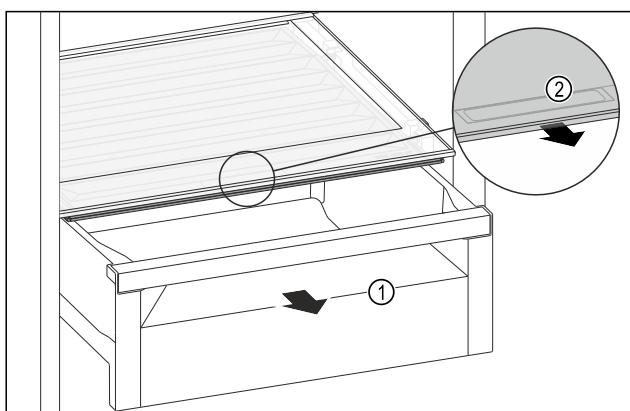

Fig. 110
- Izvucite ladicu Fig. 110 (1).
- Primitte ručku Fig. 110 (2) na poklopcu pretinca i istodobno povucite poklopac pretinca prema naprijed.